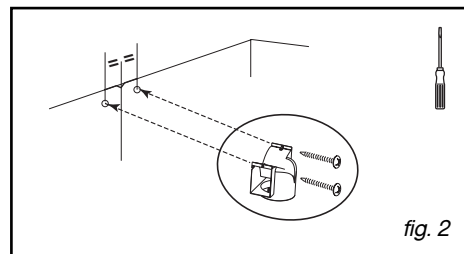

fig. 2
(fig. 2)
– Enganche la campana extractora a los dos tornillos (D/fig.2).
– Coloque la válvula de retención en la salida del motor (fig.2). La válvula de retención permite obstruir la entrada de aire procedente del exterior.
– Fije contra la pared, con los dos tornillos (fig. 2), el deflector de humo de plástico, apoyándolo contra el techo. Tenga cuidado de centrar el deflector con respecto a la raya vertical trazada en la pared (fig.2).